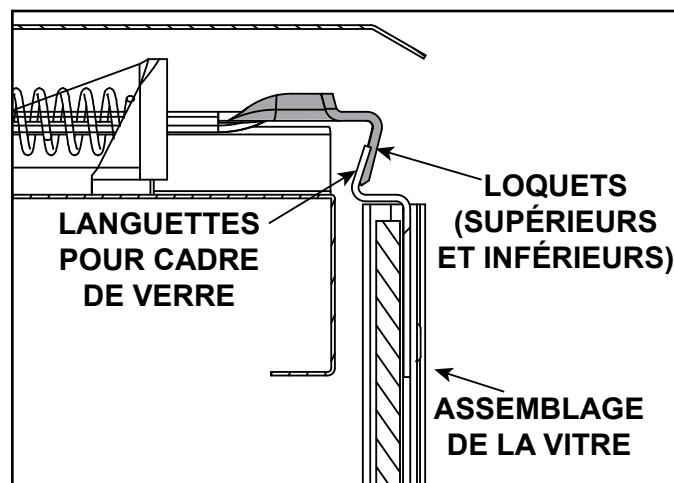

Figure 11.12 Panneau de verre fixe
- Sortez les quatre verrous du panneau de verre fixe hors des languettes du cadre. Enlevez l'assemblage de la vitre fixe de l'appareil. Voir la figure 11.12.